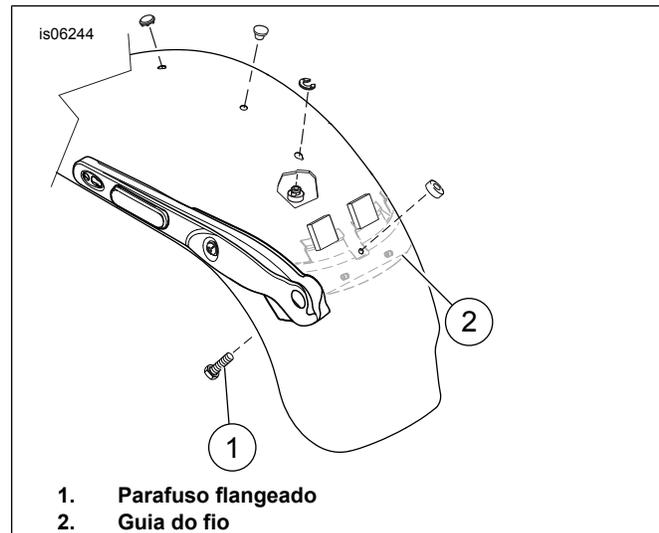

Figura 3. Instalação da tira de apoio – modelos FXDWG
4. Instale o parafuso flangeado da parte interna do pára-lama no furo de montagem da tira de apoio no pára-lama. Fixe o parafuso com a porca de retenção do assento. **Para modelos FXDWG anos 2010 e posteriores:** Veja a Figura 3. Certifique-se de que a cabeça do parafuso flangeado (1) não esteja obstruída da guia do fio (2) e esteja instalada contra o pára-lama.